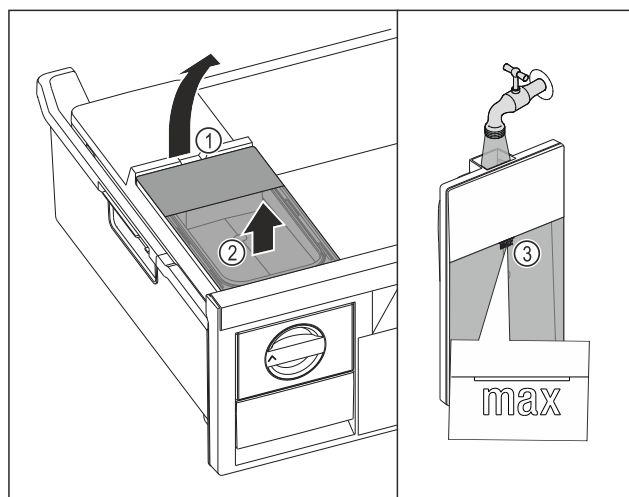

Fig. 98
- ▶ Поднимите бак для воды за выемку Fig. 98 (1).
- ▶ Извлеките бак для воды движением вверх Fig. 98 (2)
- ▶ Наполните бак для воды питьевой водой до отметки Fig. 98 (3).